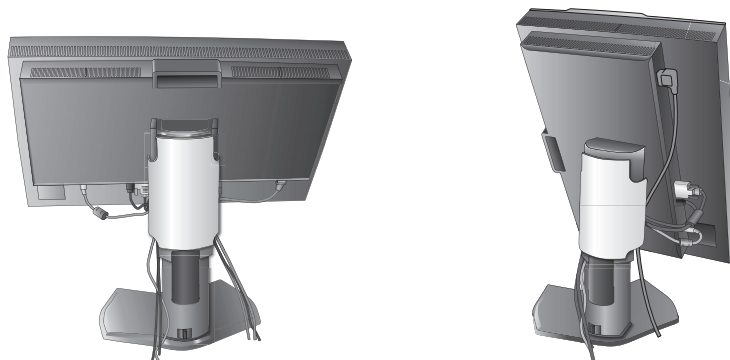

Bild D.1
7. Dra ned kabelskyddet (**bild D.1**).